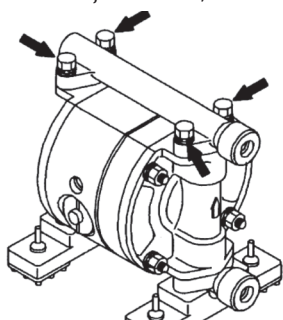

Fig 4.1
- Retire los 4 tornillos del colector de salida y quítelo (fig. 4.1).